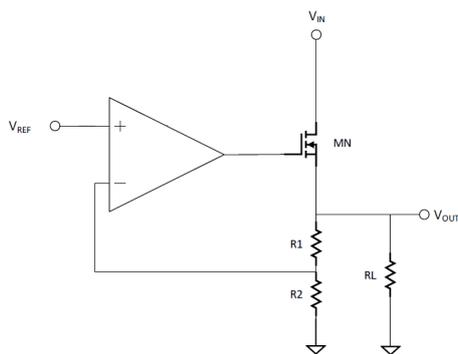

Figura 1.1
- Se quiere diseñar el transistor de paso del circuito de la Figura 1.1. La salida deberá estar regulada a 1.2 V. La tensión de entrada,  $V_{in}$ , puede variar pero siempre será menor a la alimentación del amplificador operacional  $V_{DDAO} = 1.9$  V. La tensión de *dropout*  $V_{DO}$  será de 150 mV para un valor máximo de corriente entregada a la carga  $I_{Lmax} = 100$  mA. El transistor a diseñar tiene tensión de umbral de 0.5 V y  $(\mu C_{ox})_n = 300 \mu\text{A}/\text{V}^2$ .
- (b) Calcular  $R_{out}$  para el caso del regulador con transistor de paso nMOS de la Figura 1.1.